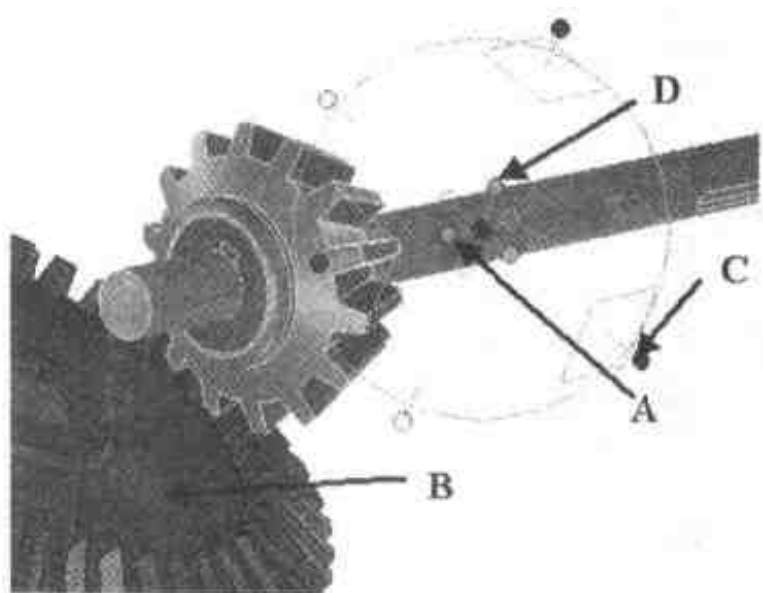
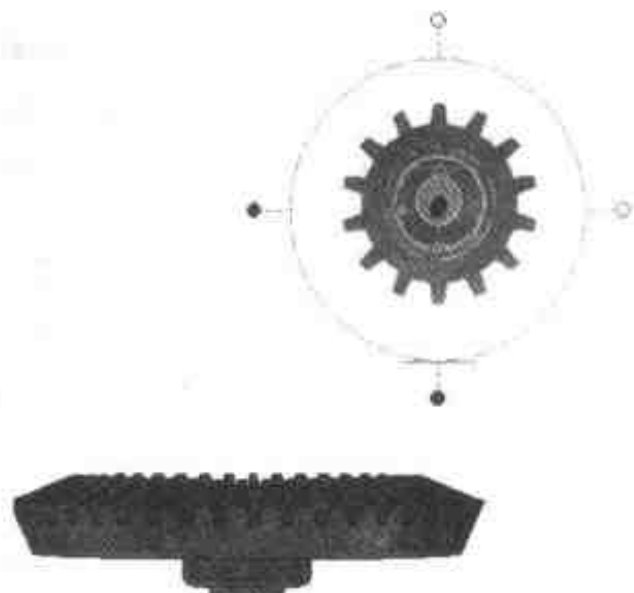

图 3.59 定位主动轴组件
图 3.60 完成组件的定位
- (3) 右击如图 3.59 所示的定位手柄(A)后, 选择【与面垂直】命令, 然后单击表面(B), 最后沿轴(C)旋转  $90^\circ$ 。最后右击刚刚利用【点到点】命令, 重新定位的定位手柄(D), 并选择【与轴平行】命令, 单击从动轴, 结果如图 3.60 所示。